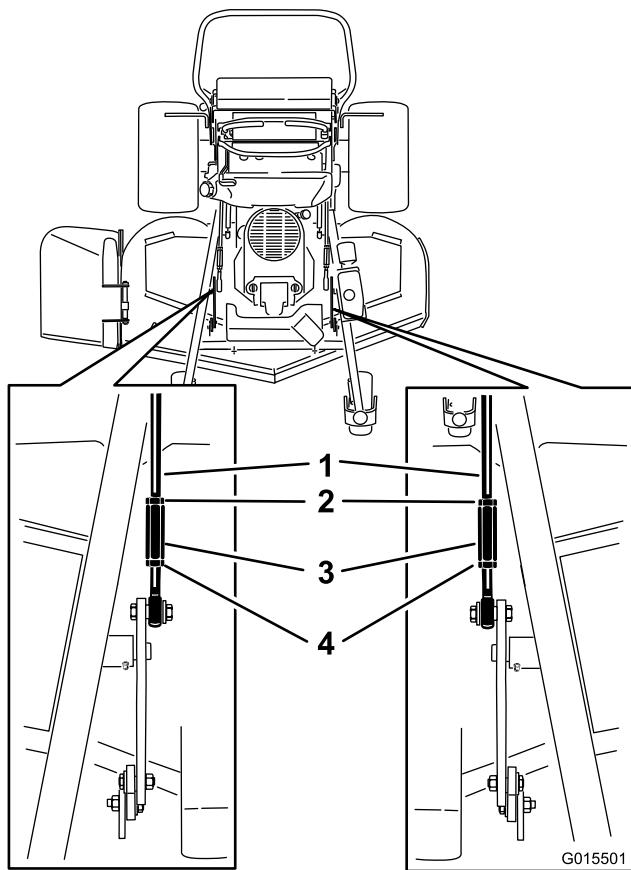

Figure 96
- Pour les tabliers de coupe de 152 cm (60 po), desserrez les deux écrous avant et arrière et les biellettes de relevage sur les tiges de réglage (Figure 96).
- Pour les tabliers de coupe de 152 cm (60 po), serrez les biellettes de relevage (Figure 96).